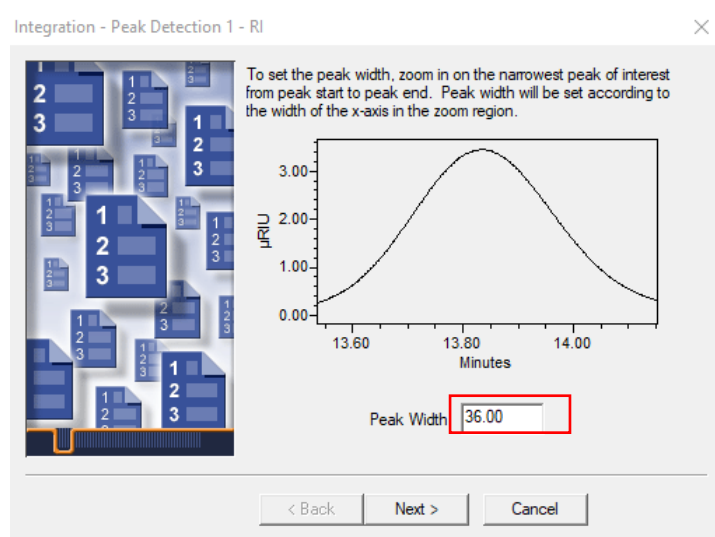
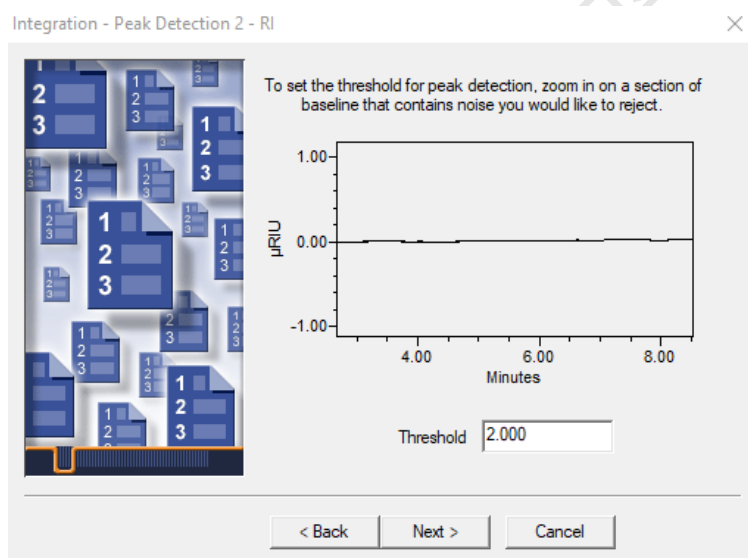
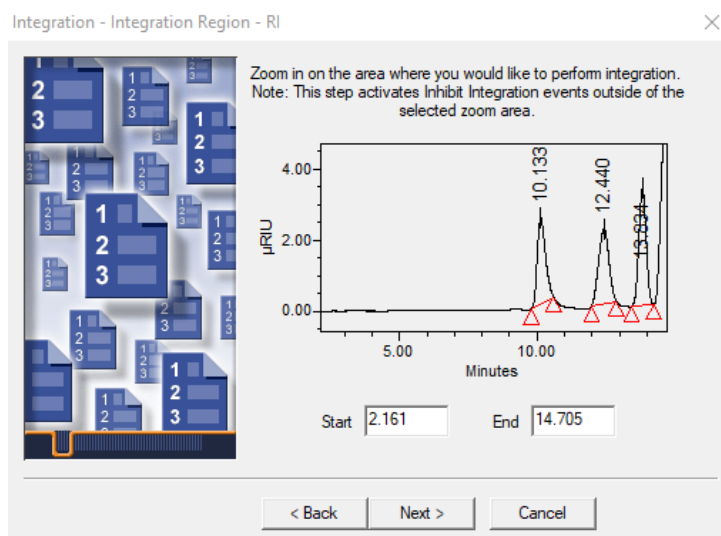

图6-48
图6-49
图6-50
Step 6: 如图6-48, Integration 界面。鼠标左键选中要积分的峰, Peak Width, 出现相应的峰宽值, 点击Next, 选择一段基线范围作为阈值 (图6-49); 点击Next, 左键选中要积分的范围, 设置归一化时间范围 (图6-50), 点击Next。